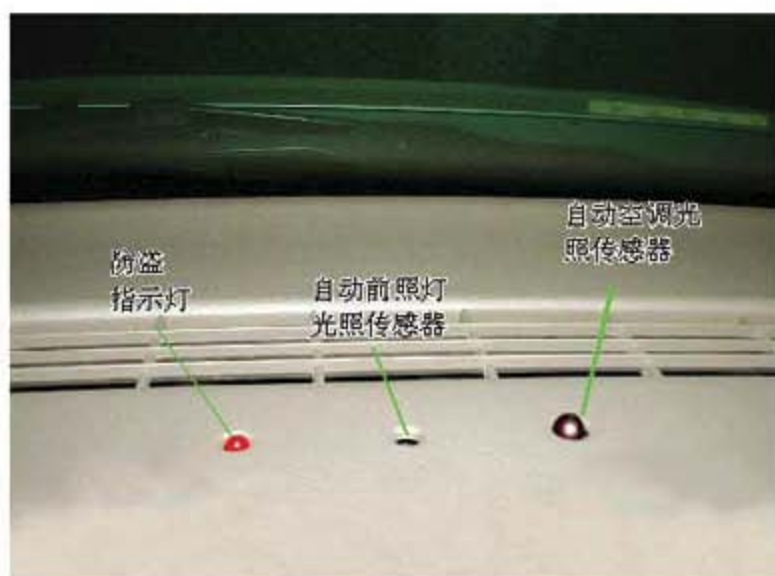

图1 光照传感器
- 2). 使用故障诊断仪进入车身控制单元, 查看到光照强度传感器的数据为 4.78 V, 遮挡或使用手电光照射传感器时, 数据基本没有变化。而正常情况下, 光照强度传感器被遮挡(光线暗)时的数据为 4.78 V, 而光线强时的数据为 2.26 V。拆下仪表板前方的装饰板, 检查光照强度传感器, 与此传感器并排安装在一起的还有防盗指示灯(LED)和自动空调光照传感器(图 1)。断开前照灯的光照强度传感器线束插头, 测量两线之间的电压为 5 V。再观察自动空调光照传感器, 该传感器与前照灯的光照强度传感器的区别是颜色不同, 前照灯的光照传感器是透明的, 空调的光照传感器是黑色的, 二者的形状基本相同, 线束插头也相同, 如果互换位置也可以安装。由此想到该车的两个光照传感器是否安装错误? 进入空调系统, 查看光照传感器的数据显示为 100%, 对于遮